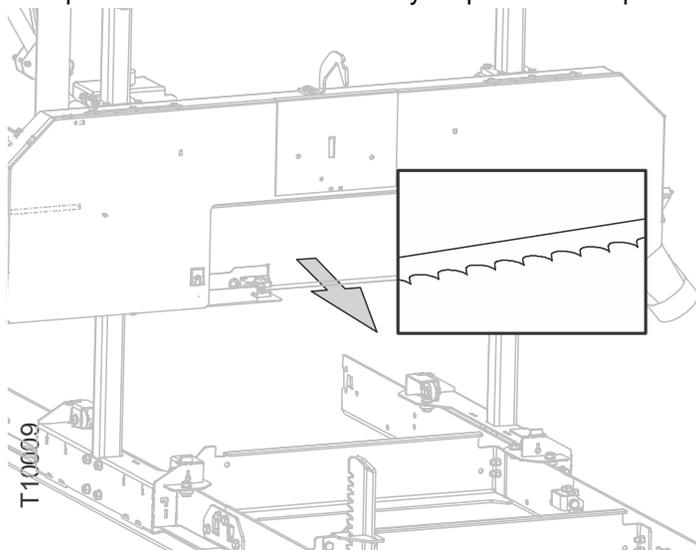

FIG. 4-12
**NOTA:** Al instalar una sierra, asegúrese de que los dientes apunten en la dirección del corte. (Vea FIG. 4-12.)